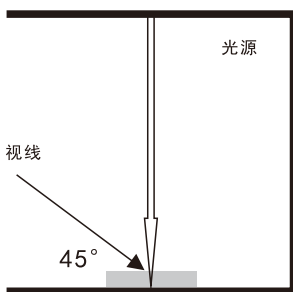

图6观察方法
5. 光源从零度(垂直)入射角照在样品上, 观察者从45度观察样品, (如图6)所示, 光源从垂直入射角照射到被检测物品上, 观察者从45° 观察。